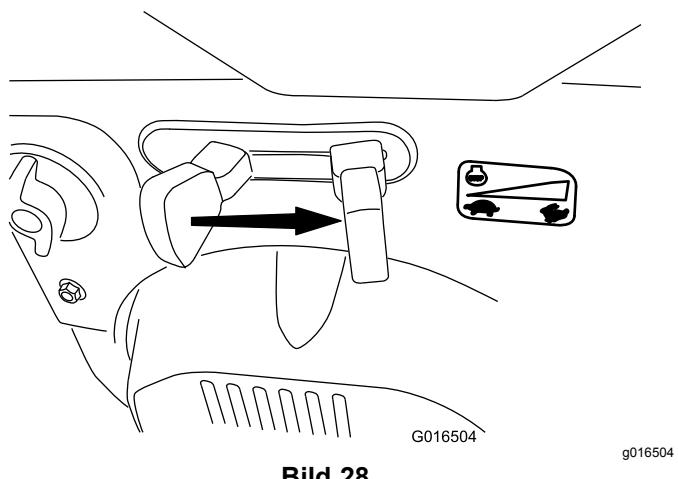

**Bild 27**
5. Stellen Sie den Choke auf die CHOKE-Stellung (Bild 27).